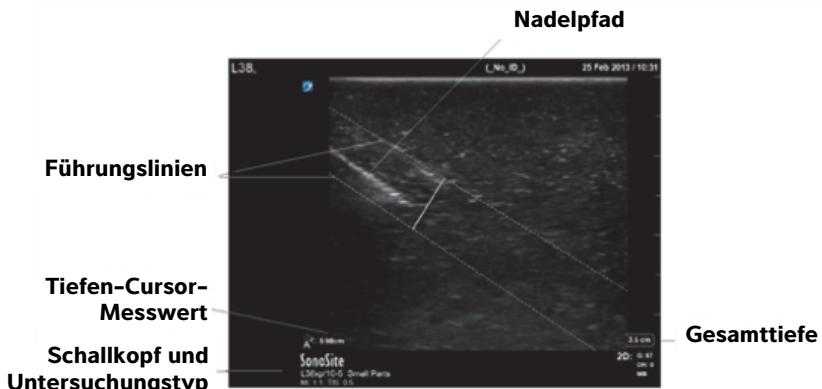
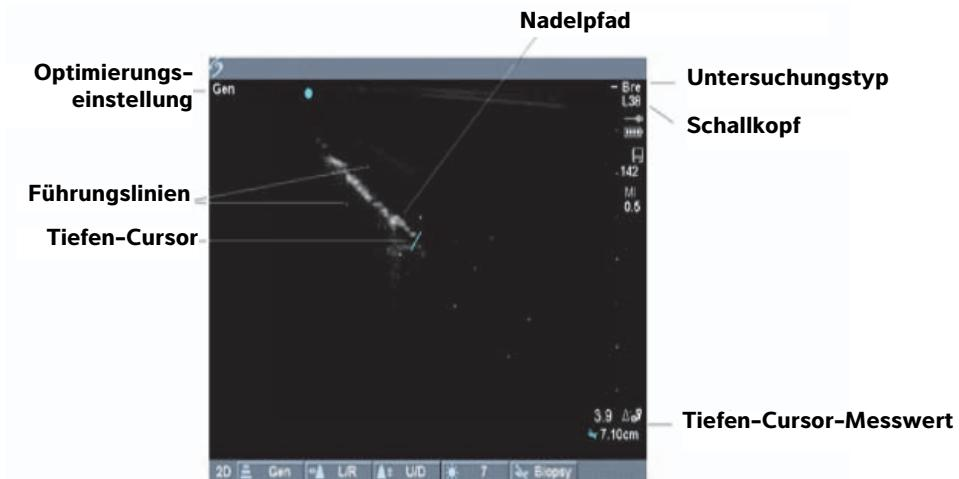

Abbildung 3 Führungen innerhalb der Ebene auf dem SonoSite X-Porte-System
Abbildung 4 Führungen innerhalb der Ebene auf den MicroMaxx- und TITAN-Systemen
- 8 Überprüfen, ob die Nadel auf der Systemanzeige zwischen den Führungslien liegt. Siehe Abbildung 3, „Führungen innerhalb der Ebene auf dem SonoSite X-Porte-System“ auf Seite 25 und Abbildung 4, „Führungen innerhalb der Ebene auf den MicroMaxx- und TITAN-Systemen“ auf Seite 26.
Hinweis: Der am Ultraschallsystem angezeigte Messwert des Tiefen-Cursors gibt den Abstand zwischen der Nadelspitze und dem Ausgangspunkt der Nadelführung an. Siehe Abbildung 3 und Abbildung 4.